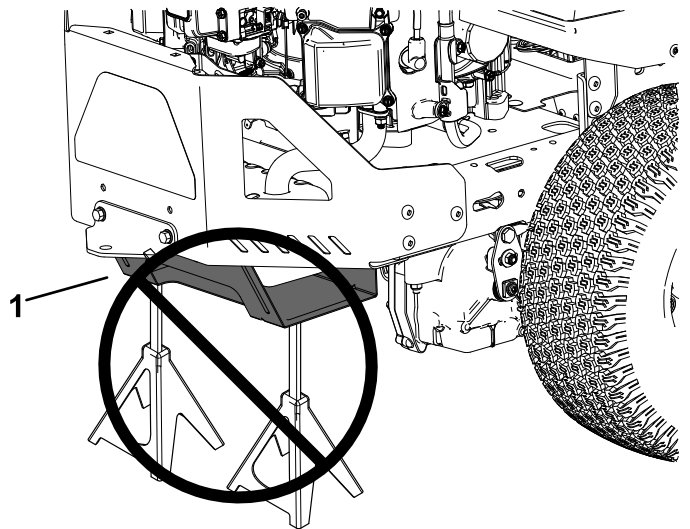

Figura 36
Apoiar a máquina sobre o resguardo do coletor inferior (Figura 36) pode danificar o resguardo e fazer com que a máquina caia, causando ferimentos a si ou a quem estiver por perto.
4. Solte o dispositivo de abraçadeira de tubos e retire o elemento de papel (Figura 36).